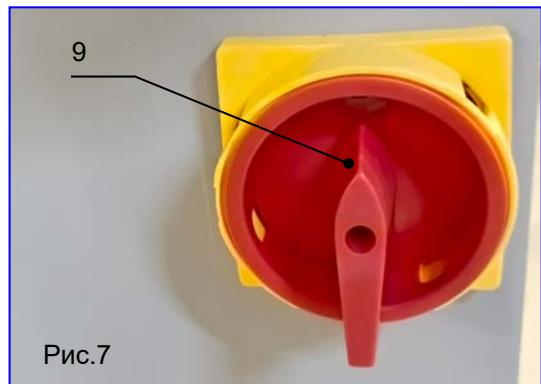
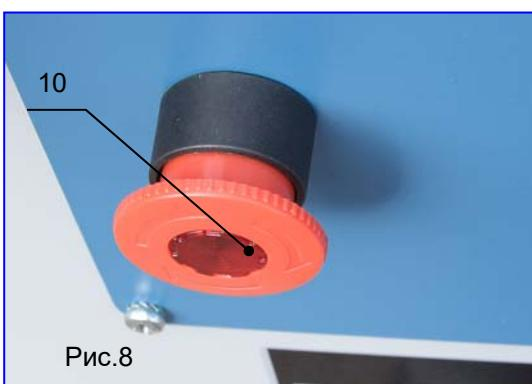
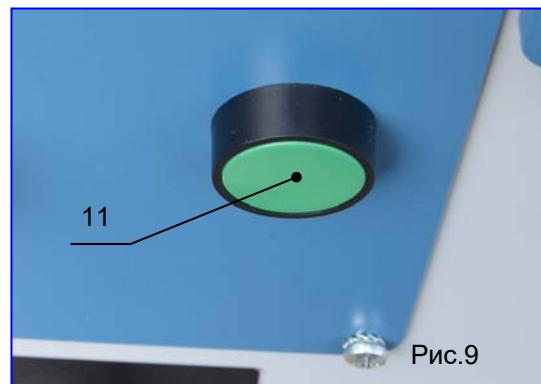
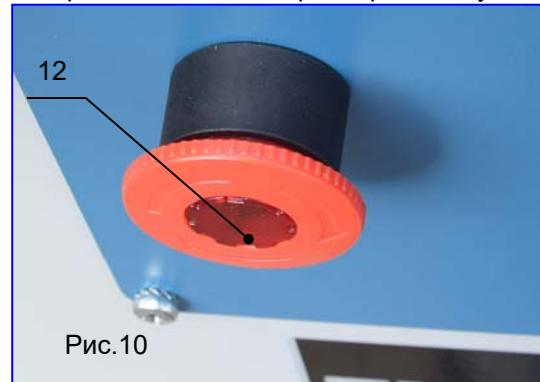

Рис.7
Рис.8
Рис.9
Рис.10
- Переведите кулачковый переключатель (поз.9, рис.7) в положение «ВКЛ», при этом должна загореться индикаторная лампа на клавише выключателя (поз.10, рис.8).
- Удостоверьтесь, что клавиша выключателя находится в отщелкнутом положении (поз.10, рис.8). **Если клавиша выключателя находится в нажатом состоянии (поз.12, рис.10) запуск станка не возможен.** Немного поверните клавишу по часовой стрелке для того чтобы клавиша вернулась в отщелкнутое положение (поз.10, рис.8).
- Произведите кратковременный пуск двигателя для определения правильного направления вращения шлифовальных дисков. Для включения станка нажмите на зеленую клавишу включателя (поз.11, рис.9). Для выключения станка нажмите на красную клавишу выключателя (поз.10, рис.8).
- При перерывах в работе станок выключайте нажатием на красную клавишу (поз.12, рис.10).